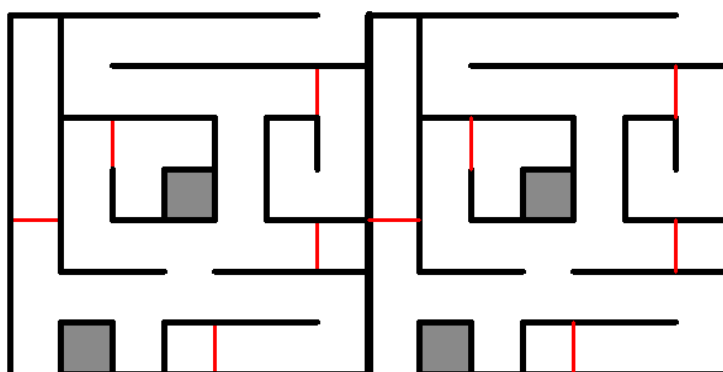

Figura 6. Ejemplo de pista para *Final laberintos*. Nota: los *Checkpoints* están representados en rojo, aunque en realidad serán de cinta negra
- Los *Checkpoints* se encontrarán siempre en caminos sin salida del laberinto, de forma que nunca habrá dos consecutivos en el mismo tramo de laberinto sin salida (véase la Figura 6).